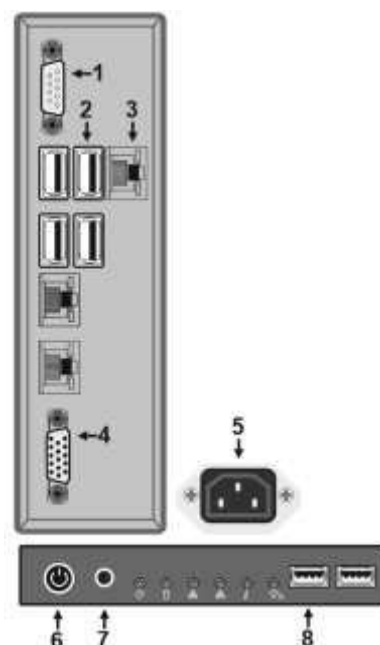

Рисунок 1. Конструкция системного блока\*.
2.3 Конструкция системного блока представлена на рис.1: